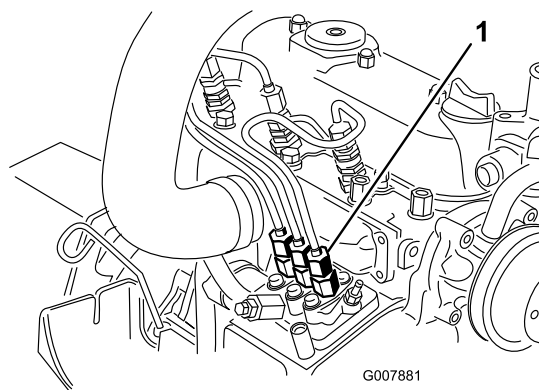

Figura 46
1. Mettete un cencio sotto il raccordo del tubo proveniente dalla pompa d'iniezione e diretto all'ugello dell'iniettore n. 1, come illustrato nella Figura 46.